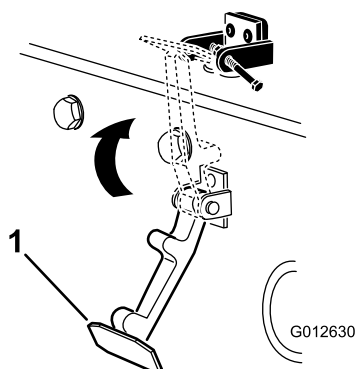

Figura 8
7. Agganciate il fermo sulla relativa staffa (Figura 8).